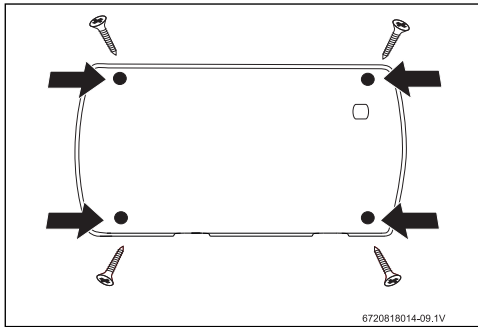

Fig. 16 Orificios de montaje
- ▶ Taladre los orificios y fije la unidad a la pared utilizando los cuatro tornillos suministrados (Fig. 16).